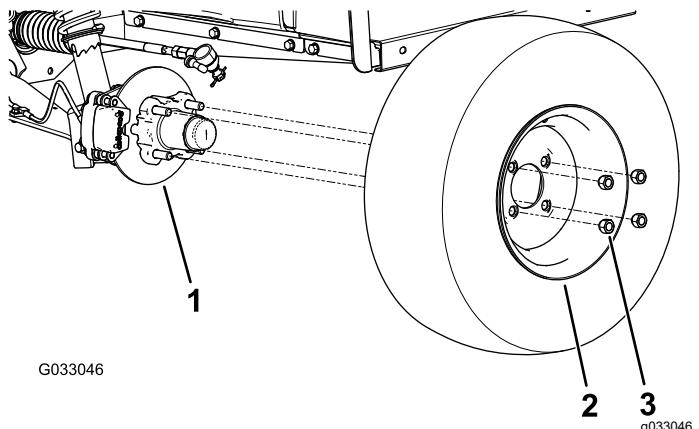

Figure 21
2. Retirez les 4 écrous qui fixent la roue sur le moyeu (Figure 21).
- 4. Alignez les trous de la roue et les goujons du moyeu, puis montez la roue sur le moyeu en plaçant la valve à l'extérieur (Figure 21).
- 5. Fixez la roue au moyeu avec les écrous de roue (Figure 21). Serrez les écrous de roues à un couple de 108 à 122 N·m (80 à 90 pi-lb).